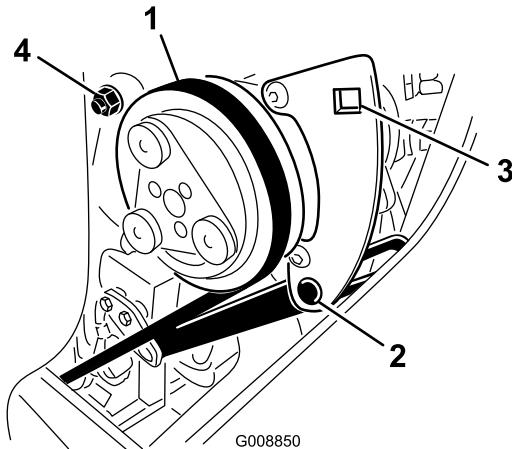

図 80
1. コンプレッサのピボットボルトと調整ボルトをゆるめる図 80。
2. コンプレッサのブラケットの四角い穴にトルクレンチを差し込む図 80。